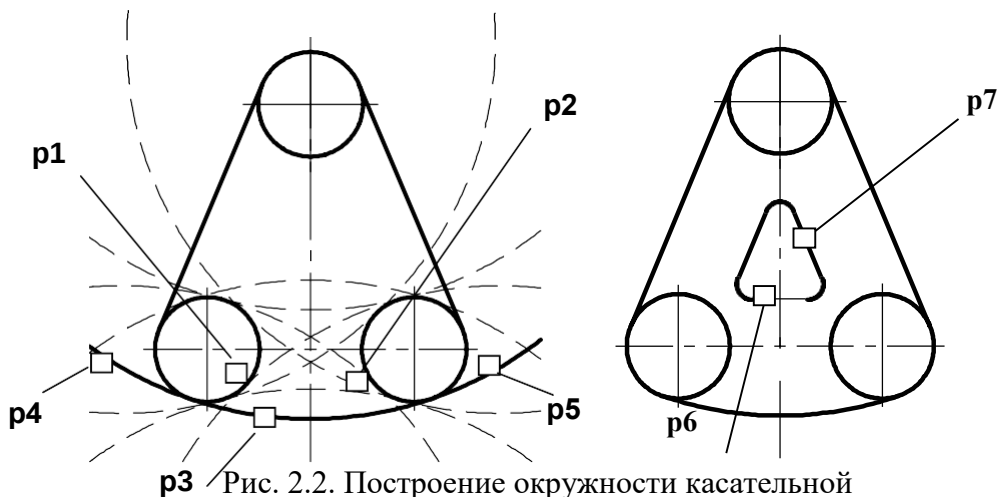

Рис. 2.2. Построение окружности касательной к двум окружностям и двум прямым
- 2) указать графическим курсором произвольную точку (точка **p1**) на первой заданной окружности, с которой должна касаться искомая окружность (рис. 2.2а);
- 3) указать графическим курсором произвольную точку (точка **p2**) на второй заданной окружности, с которой должна касаться та же искомая окружность (рис. 2.2а);
- 5) выбрать курсором на графической зоне нужную касательную окружность (указать точку **p3**) и щелкнуть по кнопке  – Создать объект панели специального управления (рис. 2.2а);
3) указать курсором на графической зоне прямые, между которыми строится сопряжение (на рис. 2.2б это точки p6 и p7);